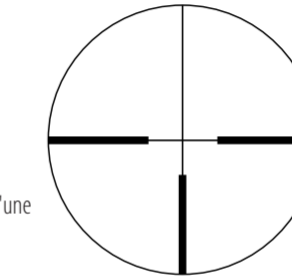
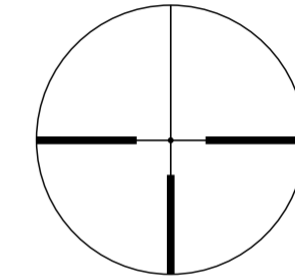

Fig. 3-1
Fig. 3-2
(1) Mise au point
① Regardez dans l'oculaire, l'œil placé à 10 cm environ (4 pouces) de la lentille oculaire, pour voir le réticule n°4 (German 4) (Fig. 3-1) ou le réticule illuminé n°4 (German 4) avec point (Fig. 3-2). Assurez-vous que votre œil est correctement aligné et positionné à la bonne distance, afin d'éviter que votre vue soit " bouchée ".
② Pointez l'objectif de la lunette vers le ciel (mais PAS en direction du soleil) ou vers un mur de couleur unie.
③ Faites tourner la molette de réglage du viseur dans le sens inverse des aiguilles d'une montre puis dans le sens des aiguilles d'une montre, jusqu'à ce que le réticule apparaisse net.